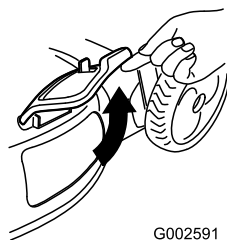

Bild 31
2. Öffnen Sie die Seitenauswurfsklappe (Bild 31).